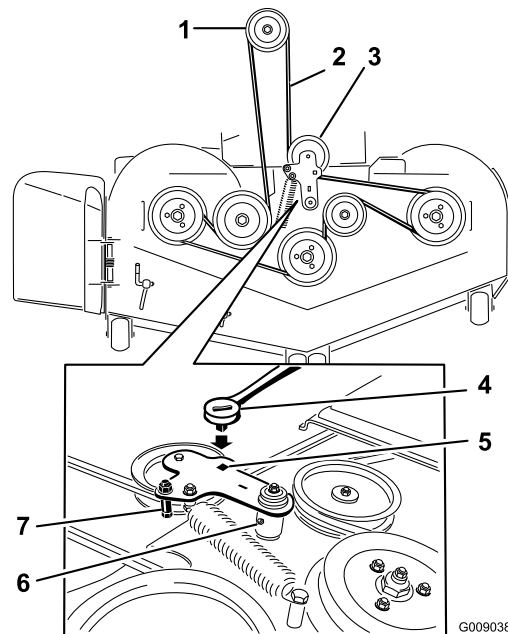

Bild 94
6. Heben Sie den Fahrzeugboden an und stecken Sie eine Ratsche in das rechteckige Loch in der Mähwerkspannscheibe (Bild 94).
7. Drehen Sie die Mähwerkspannscheibe nach rechts und entfernen Sie den Mähwerkriemen (Bild 94).